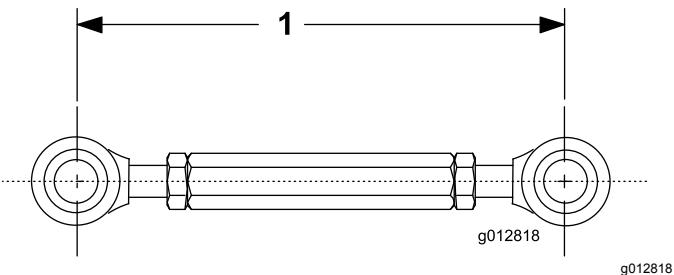

Figura 9
4. Ajuste la longitud del acoplamiento roscado a 19 cm, y apriete las contratuerzas (Figura 9).